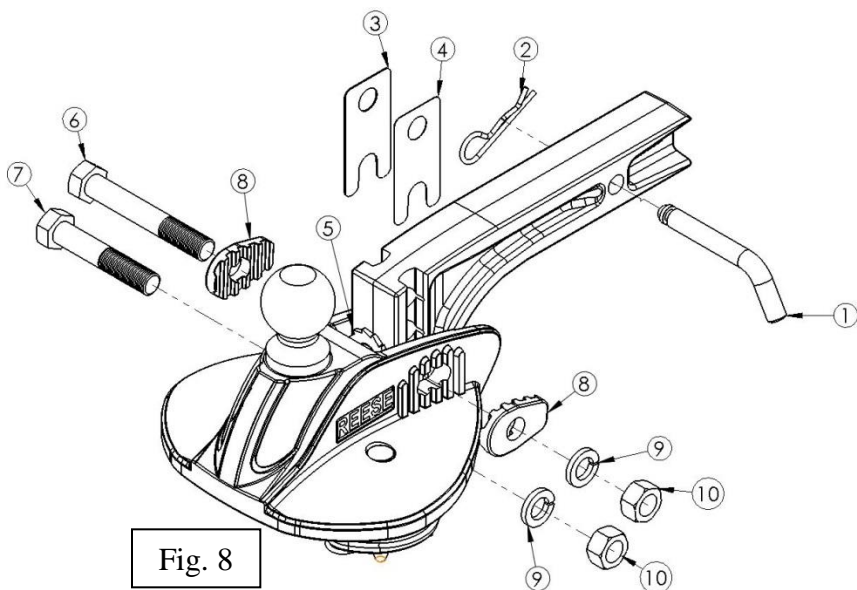

Fig. 8
15. Inserte el tornillo corto de 3/4" a través del orificio inferior del soporte de la esfera y un orificio en la barra de enganche que se posicionará a la parte superior de la esfera de 1/2" -1" por encima de la parte superior del acoplador (Ver Fig. 8 y 8A).